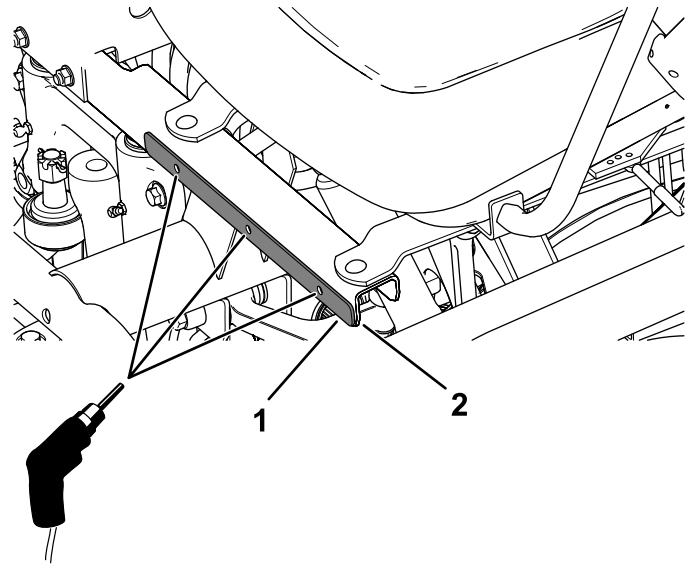

Bild 21
1. Fluchten Sie die Kotflügelhalterungen mit der unteren Kante des Sitzunterteil-Rahmens aus; verwenden Sie die Kotflügelhalterungen als Schablone für das Markieren und Bohren der drei Löcher ($\frac{5}{16}$ ") an jeder Seite des Sitzunterteil-Rahmens (Bild 21).